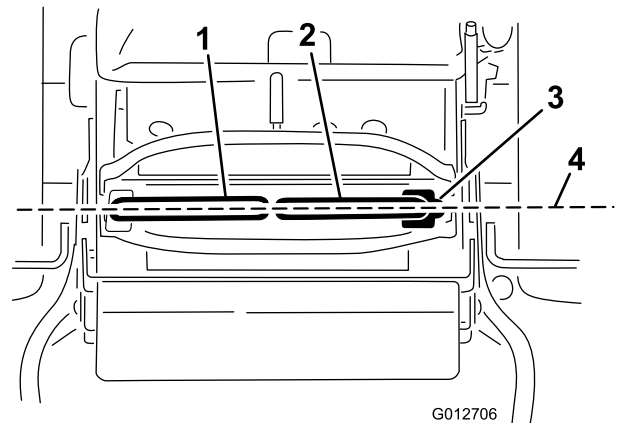

Figura 79
Importante: Compruebe el avance de la máquina después de ajustar las palancas de control de movimiento. Se utiliza el mismo procedimiento para ajustar la dirección y para alinear las palancas de control de movimiento hacia adelante-atrás (Figura 79).
- Una vez ajustada la alineación horizontal, compruebe la alineación adelante-atrás empujando ligeramente hacia adelante las palancas de control para eliminar cualquier holgura del acoplamiento de las palancas de control (Figura 79).